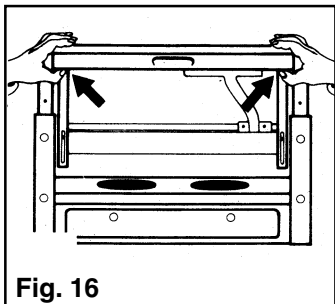

Fig. 16
- Retirez le recouvrement intérieur en enfonçant les deux éléments de déverrouillage (appuyez et tirez). **Fig. 16.**